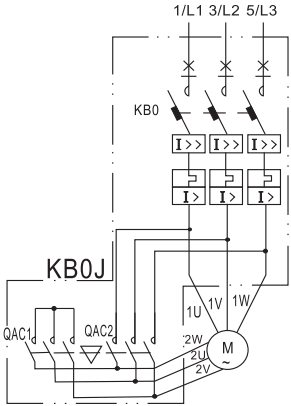
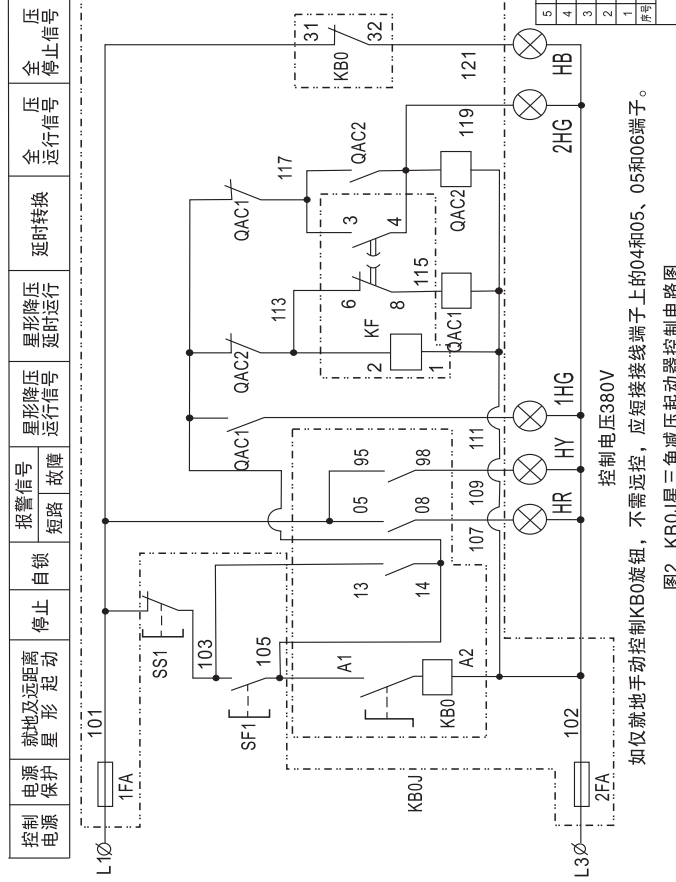
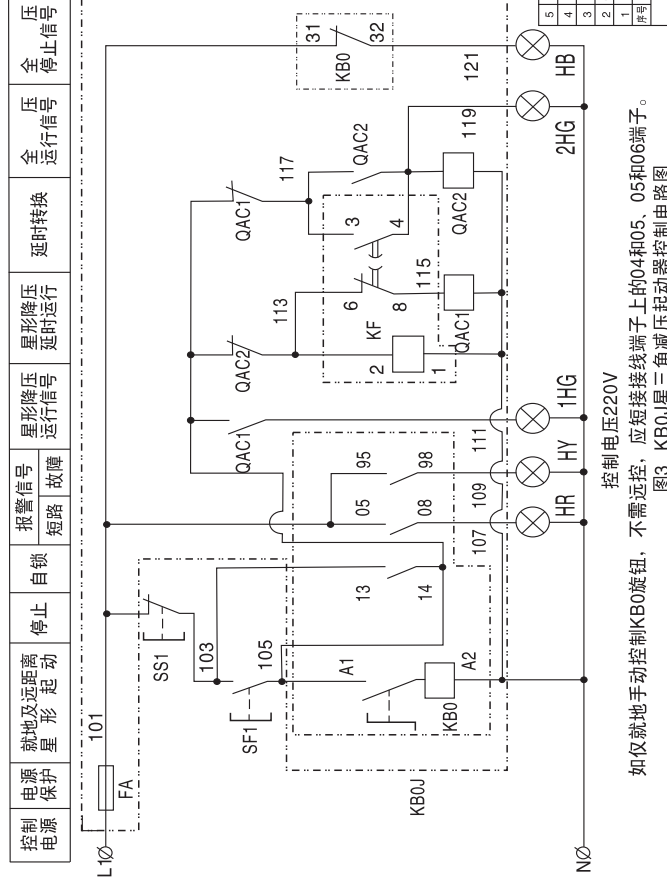

图1 KB0J电气原理图(45kW及以下)
图2 KB0J星三角减压起动器控制电路图
图3 KB0J星三角减压起动器控制电路
5.6 起动器主电路电气原理图 见图1及控制电路图见图2、图3。